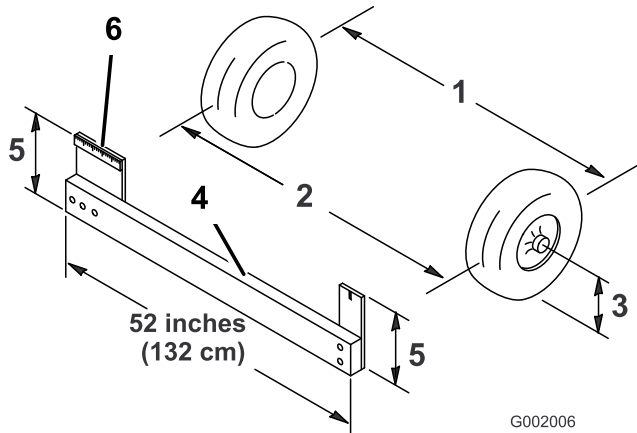

Bild 56
4. Messen Sie den Abstand zwischen beiden Vorderreifen auf Achshöhe (an der Vorder- und Rückseite der Vorderreifen) (Bild 56). Eine Messlehre ist für das hintere Maß der Vorderreifen auf Achshöhe erforderlich. Benutzen Sie das gleiche Maß für das genaue Vermessen der Vorderseite der Vorderreifen auf Achshöhe (Bild 56).